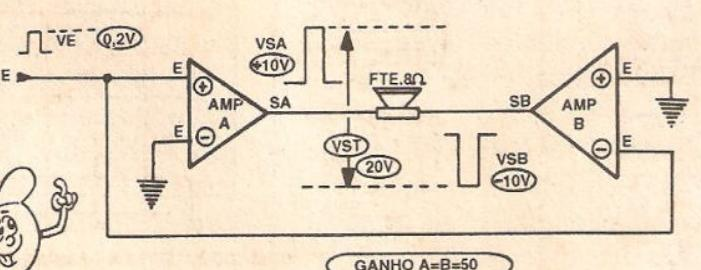

FIG. 13
- FIG. 13 - COMO FUNCIONA UMA ‘PONTE’ AMPLIFICADORA... - Para entender direitinho esse negócio de ‘ponte’, é fundamental que o Leitor/‘Aluno’ tenha compreendido bem os principios aplicativos dos Amplificadores Operacionais, vistos sob o exemplo